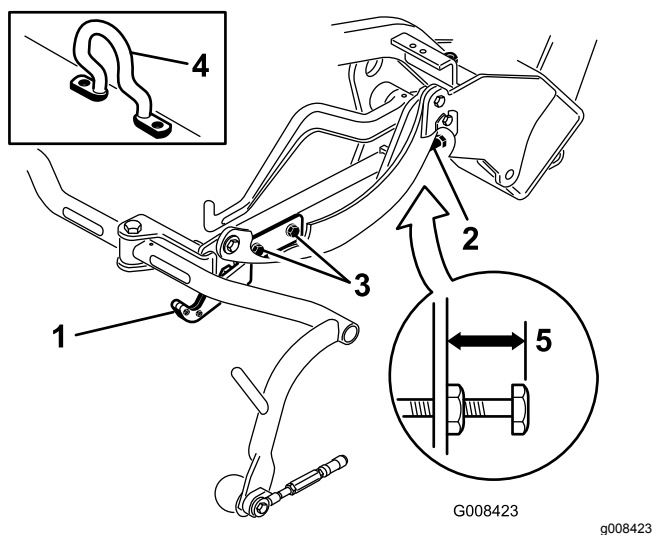
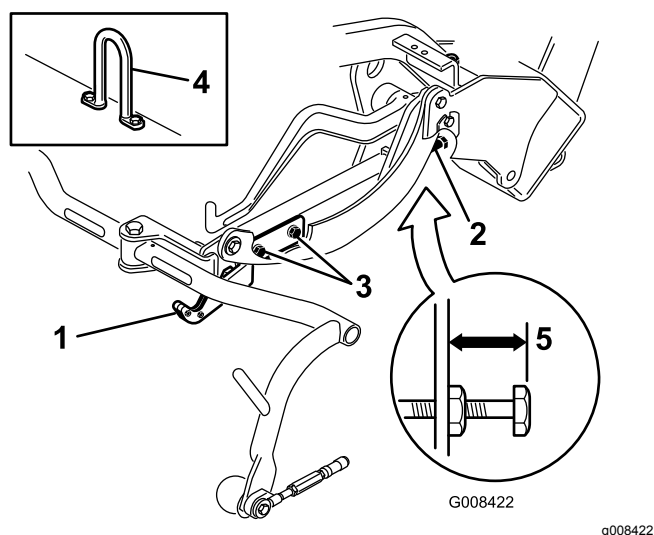
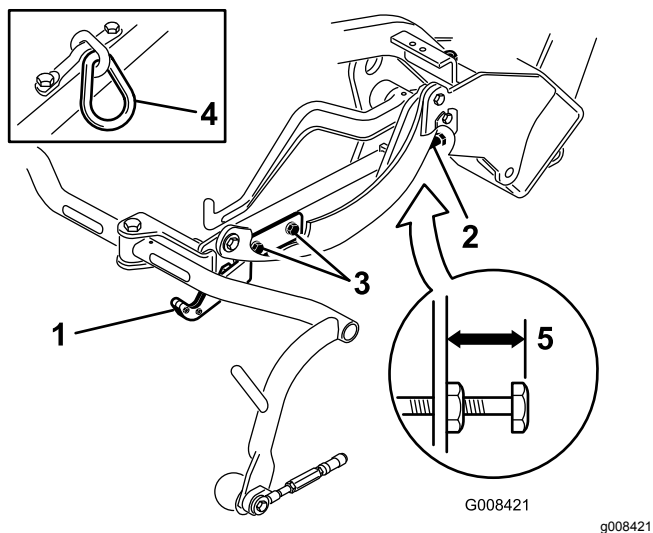

图12
图14
图13
检查行驶高度图13和图14必要时进行调节。
2. 在配备偏置吊钩的滚刀组图12插页上确认从承载架调节螺丝的顶部到承载架背面的距离是否为 25mm。如果距离不是 25mm 请转至步骤 4。
3. 在配备链节或垂直吊钩的滚刀组图13和图14插页上确认从承载架调节螺丝的顶部到承载架背面的距离是否为22mm。如果距离不是22mm请转至步骤4。如果滚刀组配备了偏置提升杆图12请转至下一步。
4. 拧松行走板安装螺丝图13、图14和图12。
7. 如果承载架高度不同请拧松承载架调节螺丝上的锁紧螺母图12、图13和图14。向外旋转螺丝可升起向内旋转可放低。达到适当高度后拧紧锁紧螺母。